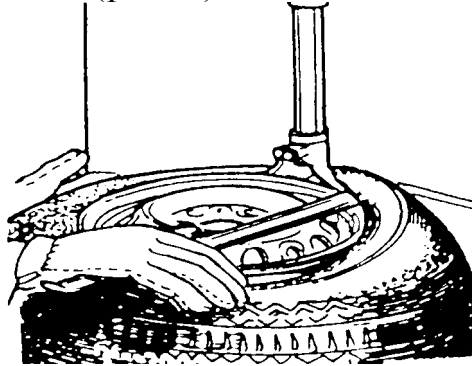

Рис.6
6) Вставьте монтажную лопатку между закраиной покрышки и носиком монтажной головки (рис.6).